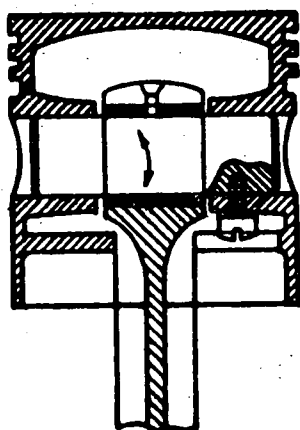

Fig. 6
- Fixo no êmbolo e livre na biela (fig. 6).